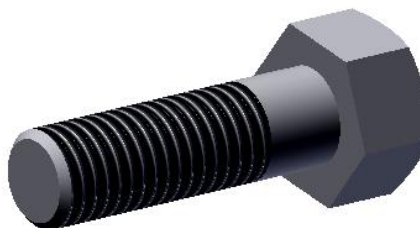

Рис. 3.34. Модель болта
7. Укажите цилиндрическую поверхность ближе к его торцевой части и нажмите кнопку «Применить», а затем в браузере верните элемент «Конец детали» в исходное положение (рис. 3.34)